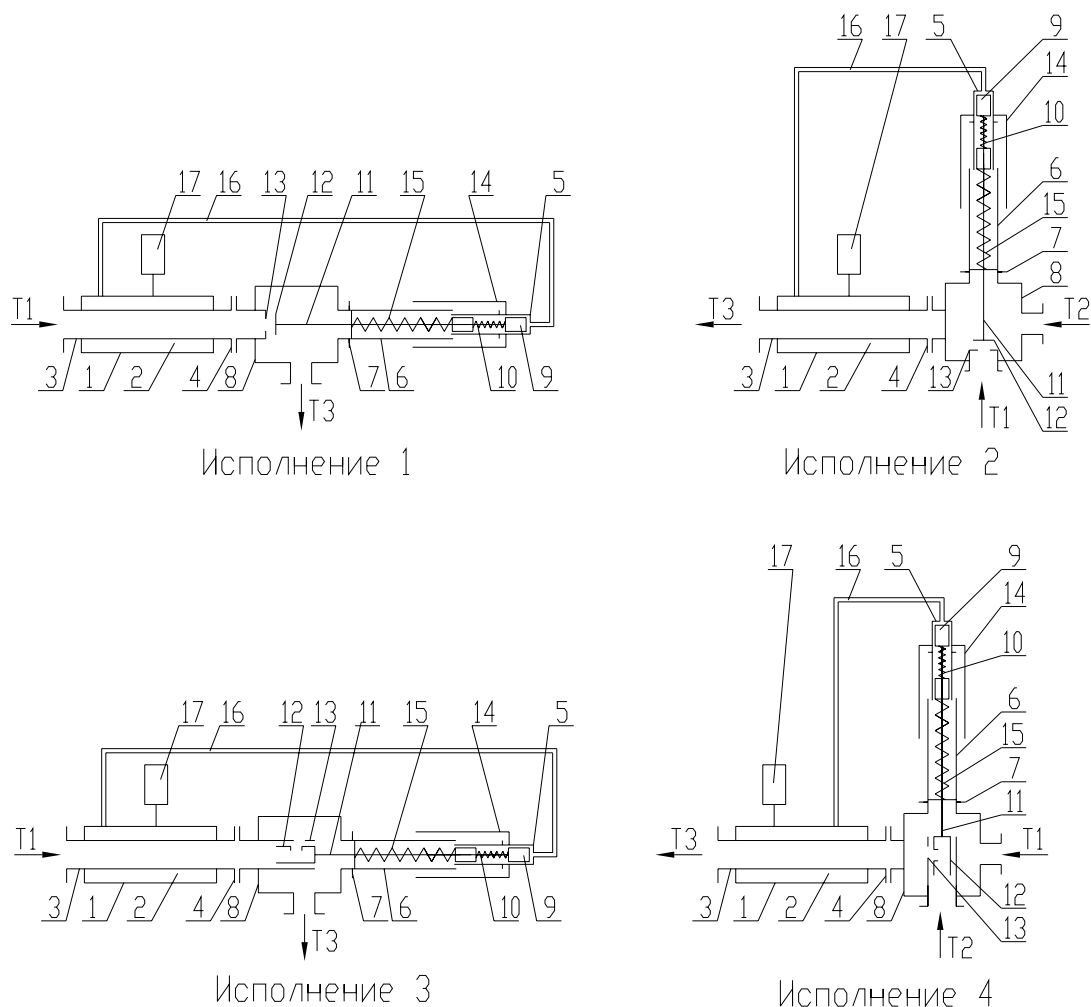

Рисунок 1
4.1. Регулятор состоит из двух конструктивных узлов: термосистемы и регулирующего органа, соединенных дистанционным капилляром 16 (Рис.1)
4.3. Регулятор РТВЖ-К Исп.3 и 4 (рис.1) с увеличением температуры увеличивает расход. Регулятор РТВЖ-К Исп.1 и 2 (рис.1) с увеличением температуры уменьшает расход регулируемой горячей воды.